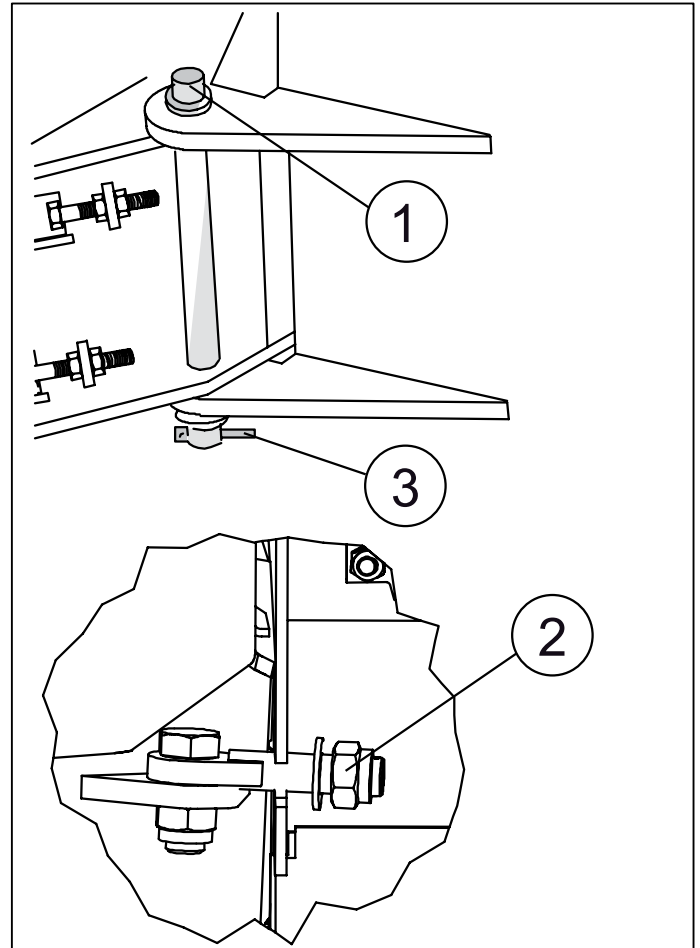

Bild 4. Montage der Zufuhreinheit
1. Zufuhreinheit mit Gelenkbolzen (1) von links am Häcksler anbringen und von rechts mit Schraube M20 (2) befestigen. Siehe Bild. 4.